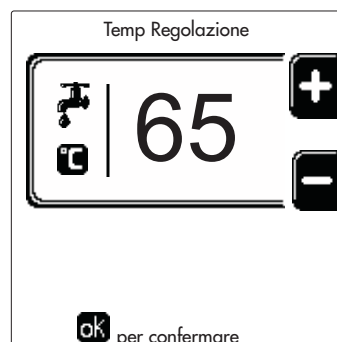

fig. 15
- **ON**. In caso di richiesta Riscaldamento/Sanitario, la caldaia lavora alla Temperatura di Regolazione Riscaldamento/Sanitario (fig. 13/fig. 15) impostata.
- In caso di richiesta Riscaldamento/Sanitario, la caldaia lavora alla Temperatura di Regolazione Ridotta. La temperatura Ridotta si ottiene sottraendo il valore della Temperatura Regolazione Riduzione (fig. 14/fig. 16) alla Temperatura di Regolazione Riscaldamento/Sanitario (fig. 13/fig. 15) impostata.